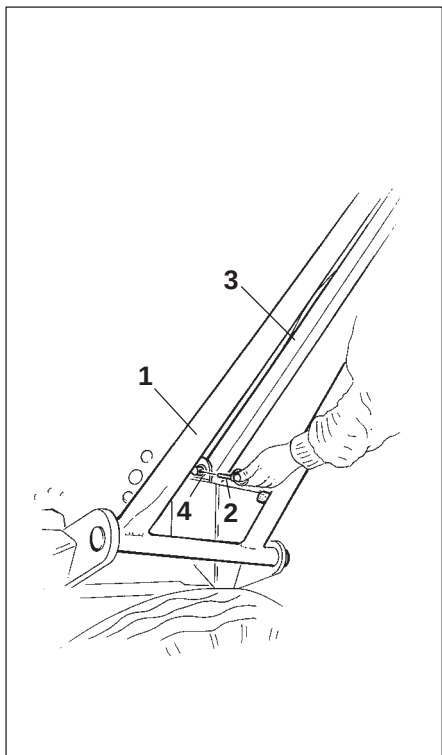

Рис. 19.7
- Крепко захватите тяговое дышло (Рис. 19.7/1) и выньте откидной шплинт (Рис. 19.7/2).
- Выньте распорку (Рис. 19.7/3) и скрепления (Рис. 19.7/4) и откиньте тяговое дышло вниз.
Никогда не беритесь руками между тяговым дышлом (Рис. 19.7/1) и распоркой (Рис. 19.7/3)!
- Закрепите и зафиксируйте тяговое дышло, как показано на рис. 19.7.